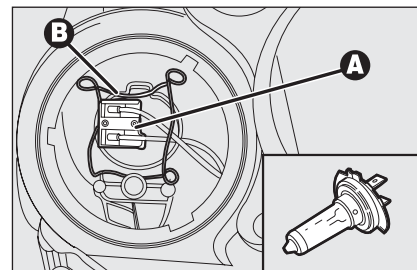

fig. 23
- ☐ scollegare il connettore elettrico **A-fig. 23**;